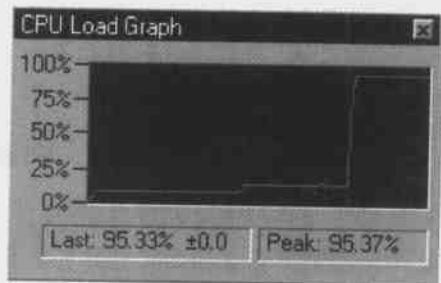

图 7.28 CPU Load 增强大到 95 %
(10) 在 Load 调节窗口将 Load 改为 900, 单击 Execute 按钮。此时 CPU Load 增强大约 95 %, 如图 7.28 所示。因此, 执行图和 CPU 负荷窗口的更新更缓慢了。